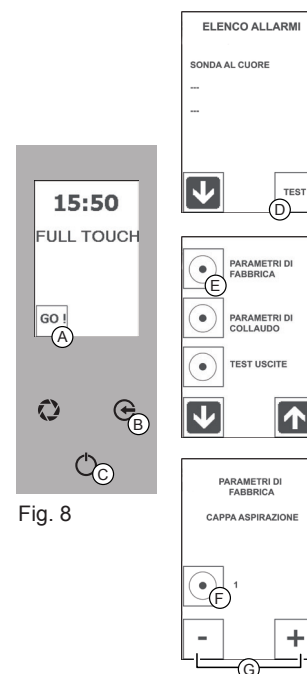

Fig. 8
1. Pressionar o ícone “GO!” para ativar o menu principal (Fig. 8/A).
2. Pressionar contemporaneamente o ícone “GO!” e a tecla de “ENVIO” para selecionar a função “LISTA DE ALARMES” (Fig. 8/A+C).
3. Pressionar o ícone “TESTE” (Fig. 8/D) e o ícone “PARÂMETROS” (Fig. 8/E) para entrar na função.
4. Pressionar várias vezes o ícone “MAIS” (Fig. 8/G) para selecionar a função “COIFA ASPIRAÇÃO” e o ícone “CONFIRMAR” (Fig. 8/F) para entrar na função.
5. Configurar o valor “1” com o ícone “MAIS” e pressionar o ícone “CONFIRMAR” para memorizar (Fig. 8/F).
Pressionar mais vezes a tecla “ESC” (Fig. 8/B) para sair da função e retornar à página inicial.